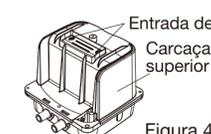

Figura 4
- 5 Verifique e certifique-se de que a entrada de ar não está obstruída. (Figura 4)